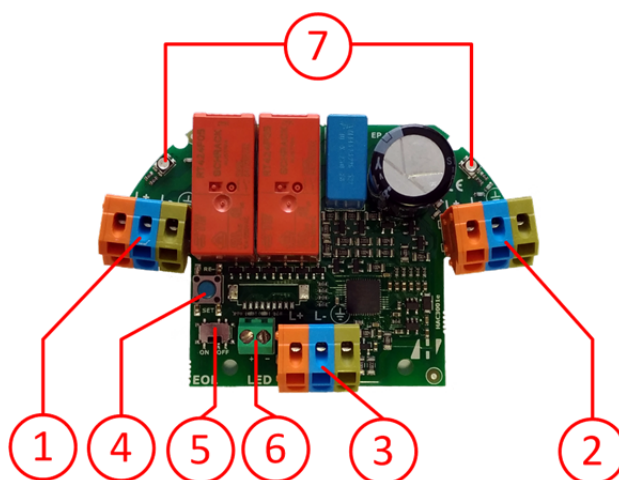

Рисунок 2.
5.1.2 Плата изолятора имеет следующие элементы коммутации, управления и индикации (см. рис.2):
- Трехконтактные клеммные колодки – для подключения к кольцевой трансляционной линии (1), (2);
- Трехконтактная клеммная колодка – для подключения к линии ответвления (3);
- Переключатель «Конец линии» (5);
- Двухконтактная клеммная колодка для подключения выносного светодиодного индикатора неисправности линии (6);
- Светодиодные индикаторы состояния линии (7);
5.2.1. Функционально изолятор представляет собой устройство способное разрывать электрическую связь между клеммами (1) и (2) (см.рис.2), при обнаружении короткого замыкания на участках кольцевой трансляционной линии подключенной к ним. Это позволяет локализовать неисправный участок линии и перенаправить сигнал от усилителя мощности на исправные участки линии.
5.2.3. При обнаружении неисправности трансляционной линии, включаются светодиодные индикаторы состояния (7) (см.рис.2). Информация о состоянии локализованного участка передаётся на контроллер изоляторов короткого замыкания Sonar LDB-0030.
5.2.4 Режим неисправности линии, отключается кнопкой сброса на контроллере Sonar LDB-0030, после чего изолятор автоматически восстанавливает соединение между клеммами (1) и (2) (см.рис.2).
– Сымитировать короткое замыкание на проверяемом участке трансляционной линии, индикаторы на изоляторе должны начать мигать. На контроллере Sonar LDB-0030, также должен начать мигать индикатор короткого замыкания – изолятор разорвет соединение между клеммами (1) и (2) (см.рис.2) автоматически.
– Устранить короткое замыкание на проверяемом участке трансляционной линии, нажать кнопку сброса на контроллере Sonar LDB-0030, нажать кнопку сброса неисправности на изоляторе – изолятор восстановит соединение между клеммами (1) и (2) (см.рис.2) автоматически.